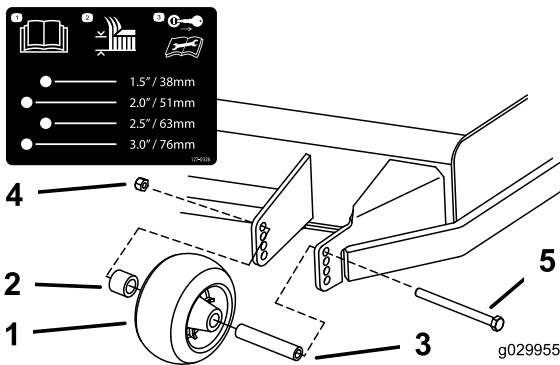
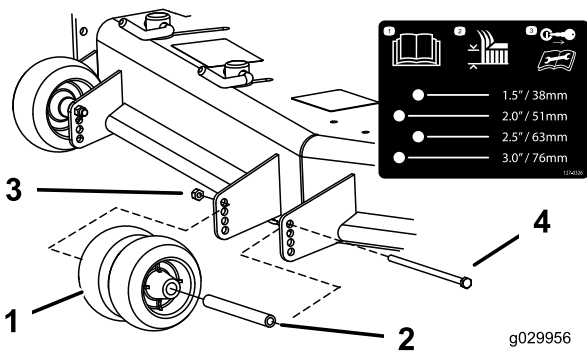
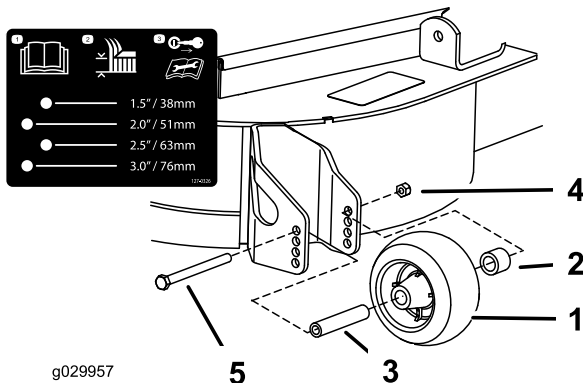

Figura 33
Figura 34
Figura 35
3. Ajuste los rodillos protectores del césped según se muestra en Figura 33, Figura 34 y Figura 35.